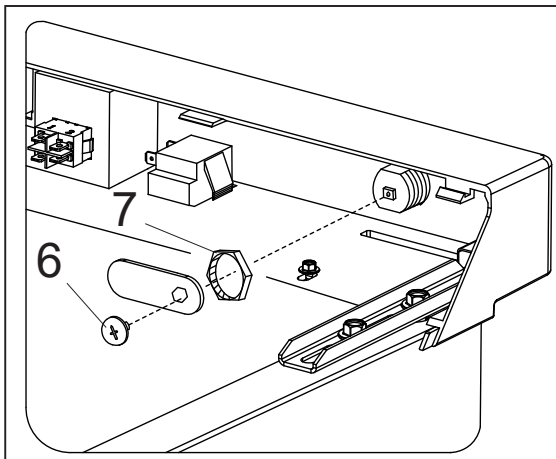
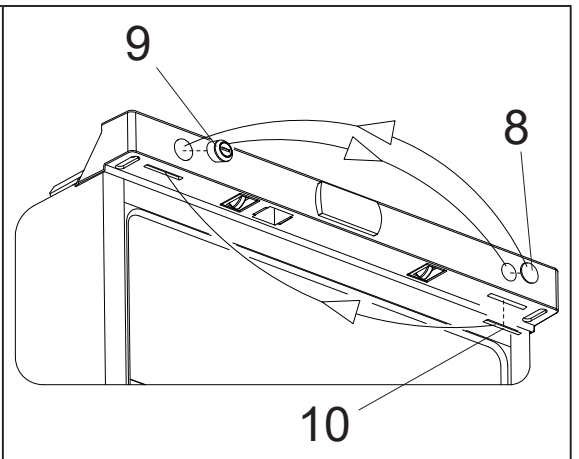

Рисунок 5
Рисунок 6
4. Крестовой отверткой и торцовым ключом на 22 выкрутите винт 6 и гайку 7 соответственно (см. рис. 5). Поменяйте местами заглушку 8 и замок 9 (см. рис. 6). Установите заглушку 10 на противоположную сторону (см. рис. 6).